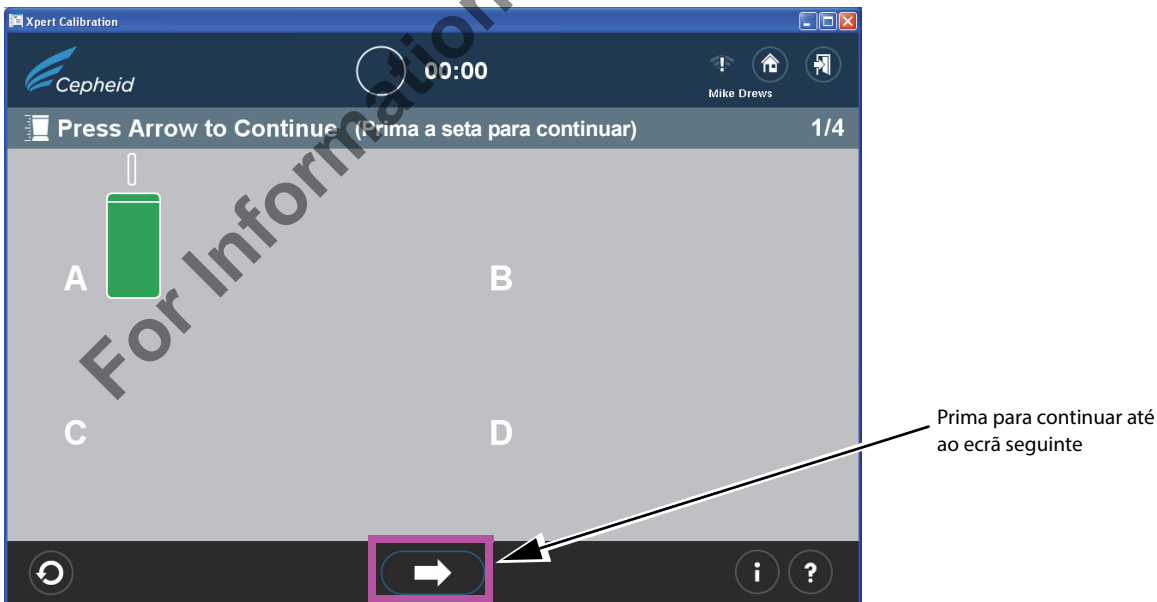

Figura 29. Conclusão de teste — bem sucedida
- b. Após a conclusão do teste, a porta do módulo abre-se e a luz por cima do módulo apaga-se. Aparece um ecrã similar ao mostrado na Figura 29. Prima a seta direita, na parte inferior do ecrã, para avançar para o próximo ecrã.